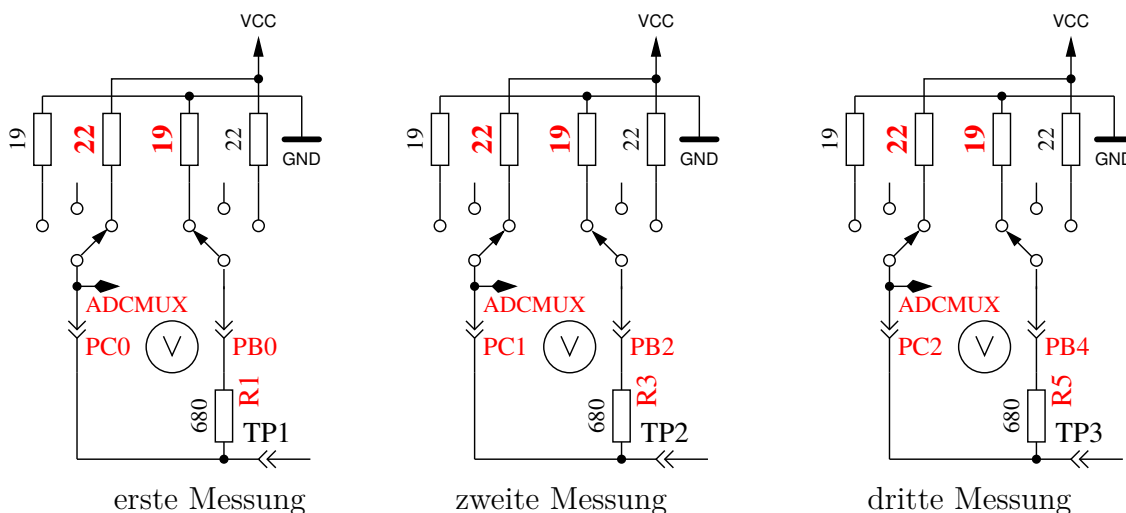

Abbildung 2.3. Messung des Innenwiderstandes des auf VCC geschalteten Port-C-Ausgängen.
9. **Messung des Innenwiderstandes von auf VCC geschalteten Port-Ausgängen.** Der benötigte Strom wird von auf GND geschalteten 680Ω-Widerständen geliefert. Es ist die gleiche Messung wie die in Test 8 zur anderen Seite, wie in Abbildung 2.3 gezeigt wird. Der Innenwiderstand wird wie folgt berechnet: Um den Strom zu berechnen:  $(5001 - (\text{ErgebnisvonTest8}) - (\text{ErgebnisvonTest9})) / 680$ . Die Widerstandswerte ergeben sich, wenn die gemessene Spannung durch diesen Strom dividiert wird. Das Ergebnis für diesen Test wird dann in Zeile 1 mit dem Text „RI\_Hi=“ in Ω angezeigt, der Innenwiderstand zur GND-Seite wird in Zeile 2 mit dem Text „RI\_Lo=“ angezeigt. Diese Werte werden ab Software-Version 1.06k bei jeder Messung neu bestimmt und hier nur dargestellt.